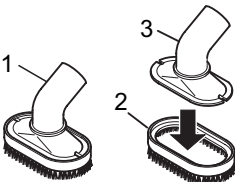

Abb. 6
■ **Möbelbürste (Abb. 6/1)**
■ **Polsterdüse (Abb. 6/3)**
Durch einfaches Abnehmen des Bürstenaufsatzes (Abb. 6/2) können Sie aus der 2 in 1 Kombidüse eine Polsterdüse (Abb. 6/3) machen. Verwenden Sie diese zum Reinigen von weichen, kratzfesten Oberflächen (z. B. Polstermöbel).